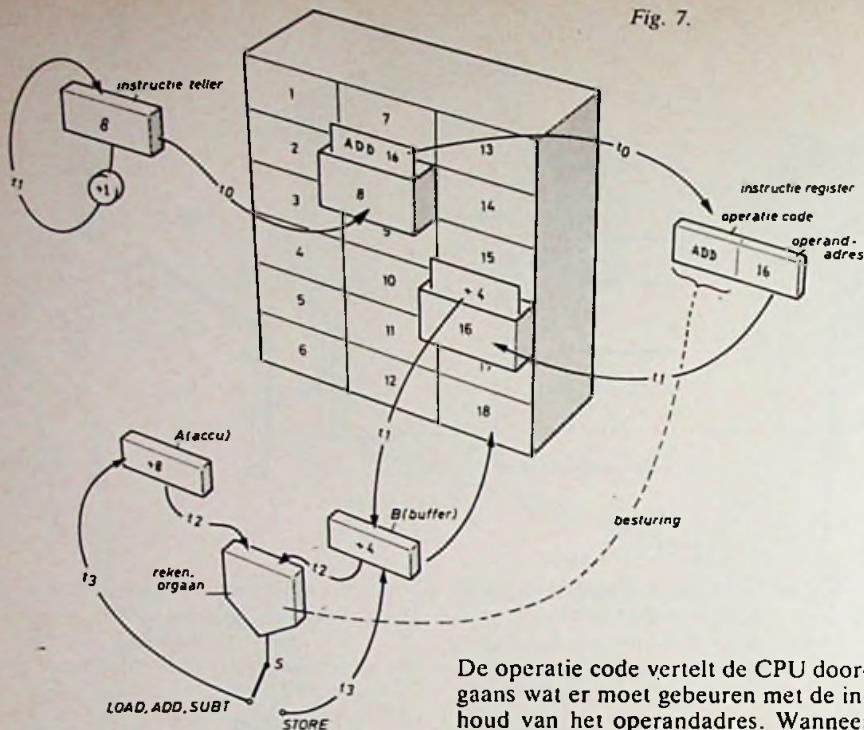

Fig. 7.
De „instructies” vertellen de CPU wat deze moet doen met de „data” die worden aangeboden. De getallen (data) die worden verwerkt, worden ook wel „operanden” genoemd. Alvorens een programma door de CPU kan worden uitgevoerd, moet dit eerst in het geheugen worden ingevoerd. Hierna kan het programma worden gestart, waardoor de instructies één voor één en in de juiste volgorde door de CPU worden uitgevoerd. Het geheugen kan het best worden vergeleken met een grote kast, die is voorzien van vele laatjes (fig. 7 en 8). In deze laatjes worden het „programma” en de „data” opgeslagen. Ieder laatje is voorzien van een nummer. Dit nummer wordt „adres” genoemd. De informatie, die in een laatje is opgeslagen wordt „woord” genoemd. Wanneer het adres wordt voorgesteld door N, dan stelt (N) de inhoud van dit adres voor. Wanneer bijvoorbeeld op adres 10 het getal +20 is opgeslagen, dan stelt (10) het getal +20 voor.
Voor de uitvoering van genoemde berekening zal eerst het „programma” en de „data” in het geheugen moeten worden geplaatst (fig. 7). Het geheugen uit ons voorbeeld bestaat uit 18 woorden en de adressen zijn 1 t/m 18. Het programma voor de berekening bestaat uit de volgende instructies:
Het programma bestaat uit vier instructies en staat op de geheugenadressen 7 t/m 10. De getallen (operanden) staan op de geheugenadressen 14, 16 en 17. Het resultaat moet worden opgeborgen op geheugenadres 18 (fig. 7 en 8).
Voor het localiseren van de instructies in het geheugen, is de CPU voorzien van een instructieteller (IT). De instructieteller (fig. 7 en 8) geeft het adres aan in het geheugen waar de volgende instructie moet worden gehaald. De inhoud van de instructieteller voor het uitvoeren programma zal achtereenvolgens 7, 8, 9 en 10 zijn.